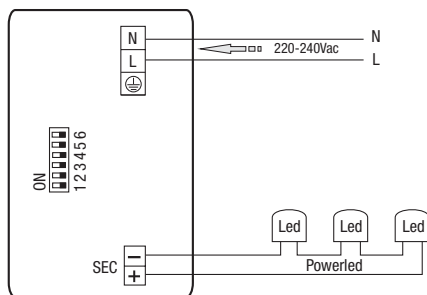

Fig. 2 - RN9168
A - Funzione 0÷10Vdc (S10) - DIM34... (R) - Fig. 2 - Tramite segnale di controlli 0÷10Vdc
A - 0÷10Vdc (S10) function - DIM34... (R) - Fig. 2 - By means of control signal 0÷10Vdc